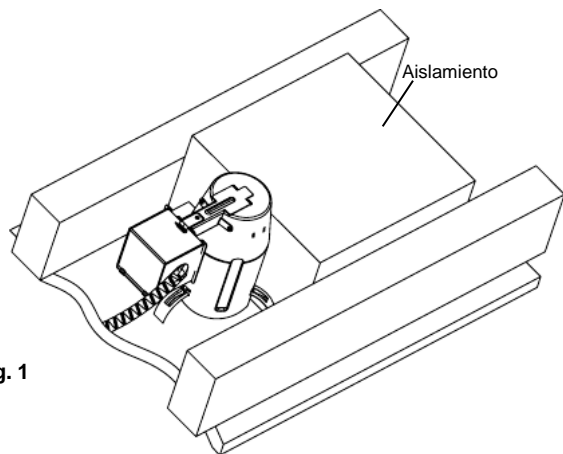

Fig. 1
NOTA: Esta es una lámpara tipo IC. Puede entrar en contacto directo con aislamiento térmico. Puede ser completamente recubierta con aislamiento térmico como se muestra abajo. Adicionalmente, todas las partes de la lámpara pueden entrar en contacto directo con cualquier material combustible, como por ejemplo una viga de techo o un tablero de piso. (Fig. 1)
2. Descarta cualquier aislamiento de modo que dejes los 3” (7,6 cm) de espacio especificados en la sección de **PRECAUCIÓN** que está al principio de estas instrucciones. (Ver Fig. 1)